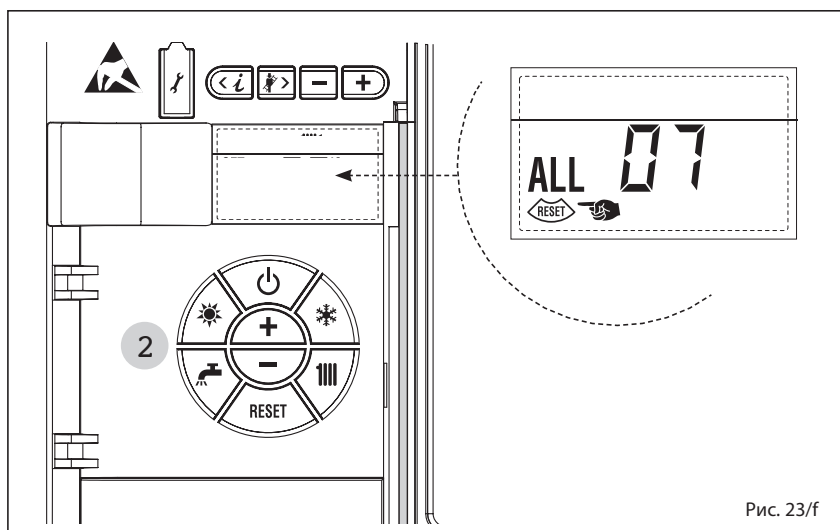

Рис. 23/f
– **НЕПОЛАДКА - ПАРАЗИТНОЕ ПЛАМЯ, «ТРЕВ. 08» (рис. 23/g)**